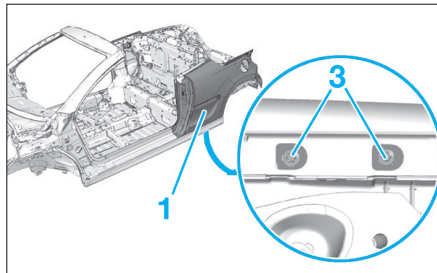

FIG. 77
- Positionner l'aile arrière (1) et les vis (3) (Fig.77).